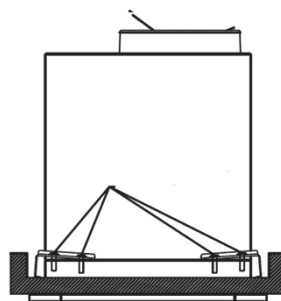

Рис.13
5. Закрутите 8 винтов открученных. Рис.13